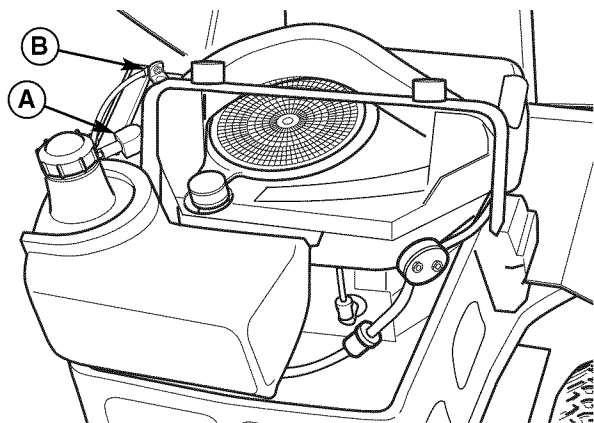

Figura 27. Compartimiento del Motor
1. Desconecte los cables de la batería, primero el cable negativo (B, Figura 27).
6. Reconecte los cables de la batería: primero conecte el cable positivo (A, Figura 27), luego conecte el cable negativo (B).